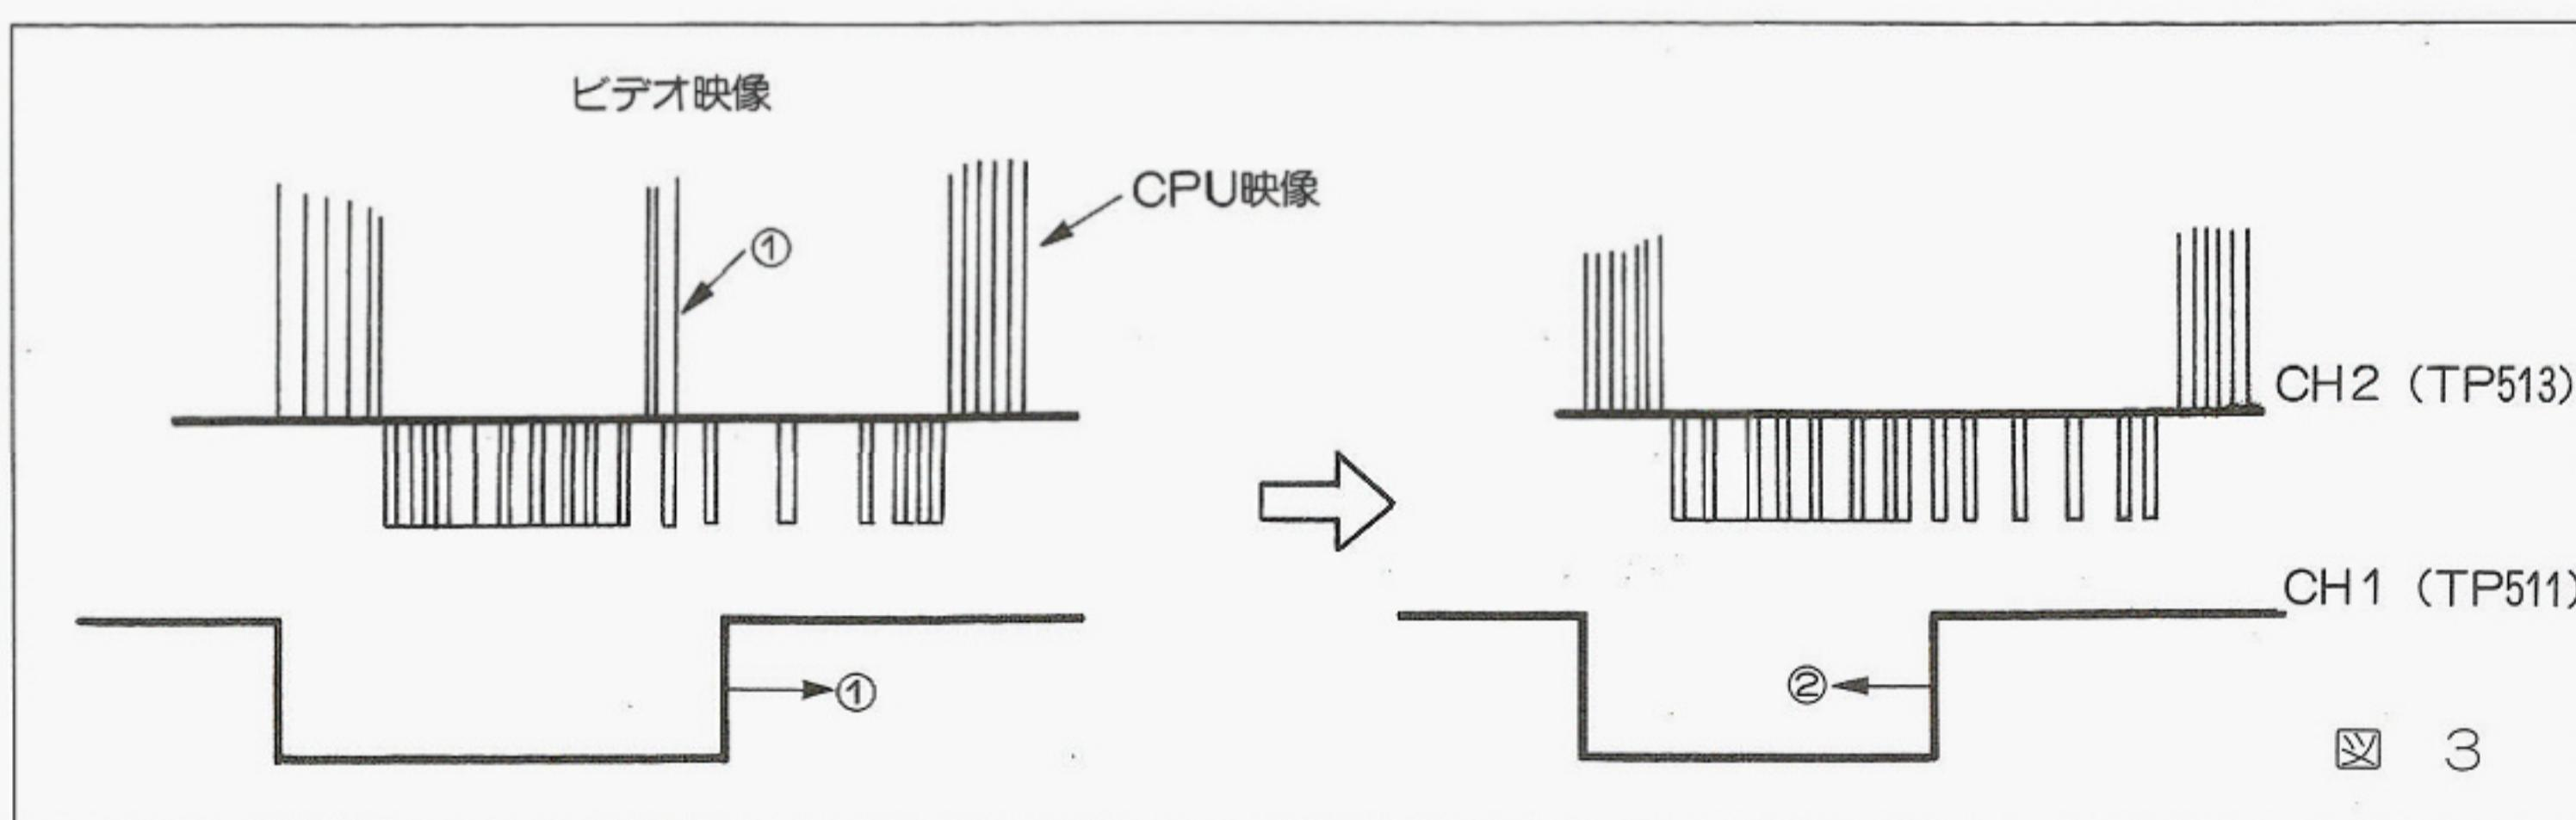

図 3
- 5) 図3の様に垂直プランギング帰還にR511を調整し映像出力成分を出し(①)、次にR511を逆に回してビデオ映像成分が消える位置に調整します。(②)